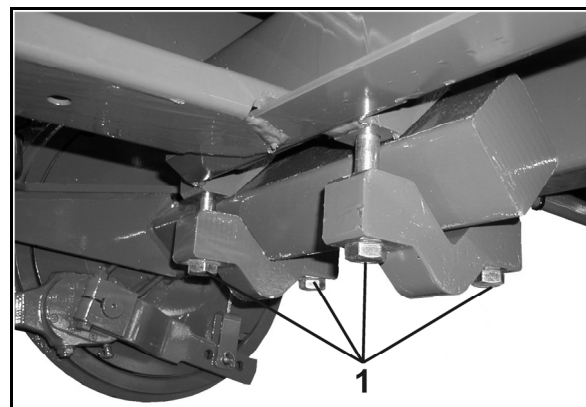

Fig. 105
4. Boltene (Fig. 105/1) løsnes.